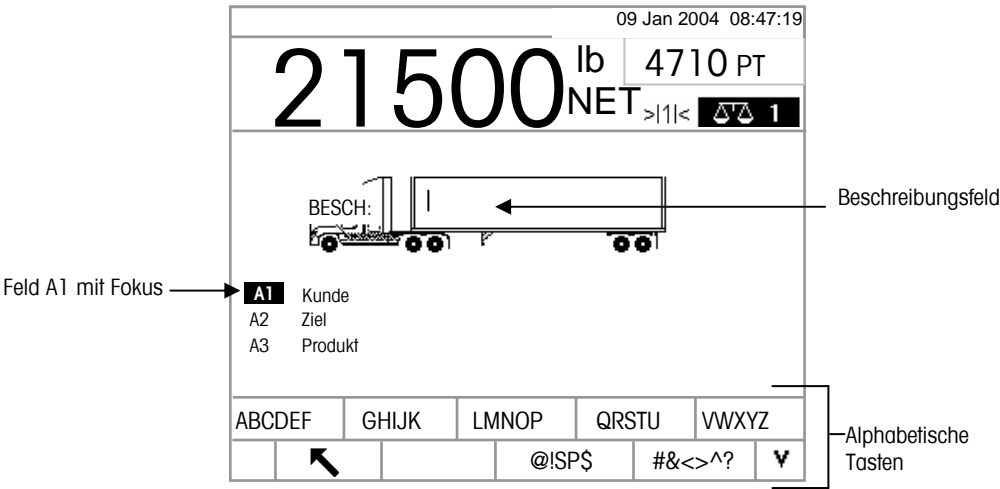

Abbildung 2-12: Eingabeaufforderung für Durchgangswägens-ID
2. Eine Eingabeaufforderung wird zusammen mit einem Cursor im Beschrei-bungsfeld eingeblendet. Die Schnellfunktionstasten und Anwendungstasten werden zu alphabetischen Tasten (siehe Abbildung 2-12).